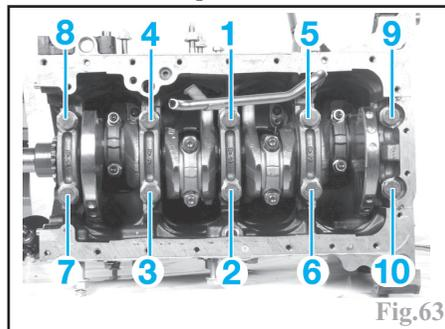

Fig.63
Monter les chapeaux de tourillons repérés de (1) à (5) lubrifiés et serrer les 5 paliers au couple dans l'ordre indiqué (Fig.63).